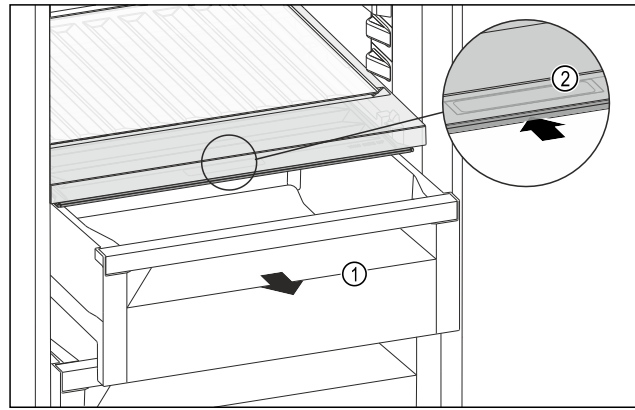

Fig. 177
- Retirer le tiroir Fig. 177 (1).
- Saisir la poignée encastrée Fig. 177 (2) du couvercle du compartiment et pousser le couvercle du compartiment vers l'arrière.